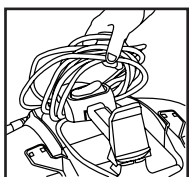

FIGURA 32
55. Tome todo el cable que está detrás de la manija y tire de él por encima del soporte posterior de enrollado de cable, tire del cable hacia la parte frontal de la aspiradora hasta que el mismo se desconecte del soporte de enrollado frontal. **FIGURA 32.**